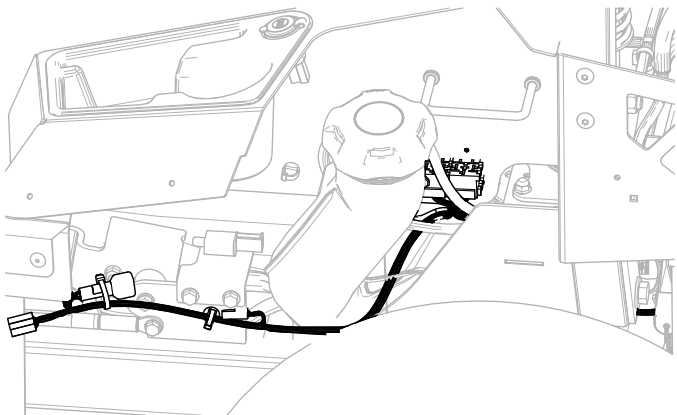

Figura 14
2. Encaminhe a cablagem (Figura 14) ao longo do lado esquerdo da estrutura, através do fixador de pressão que instalou no passo 1.